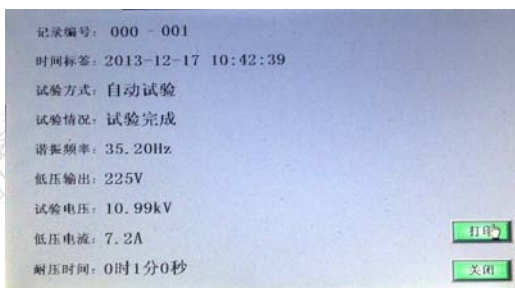

图 18
(25) 选择“记录序号”，导出并打开文件，查询资料。如图 18